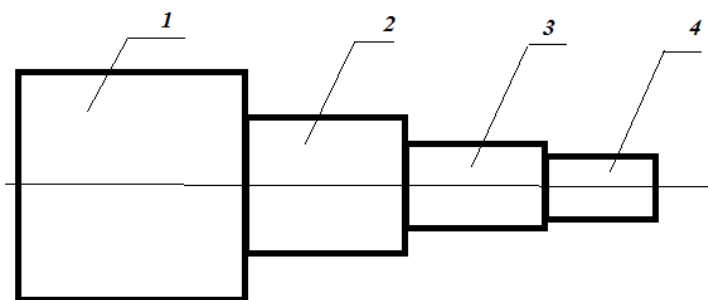

Рис. 1. Вал ступенчатый
1. С помощью представленного изображения (Рис. 1) разработайте чертёж ступенчатого вала.